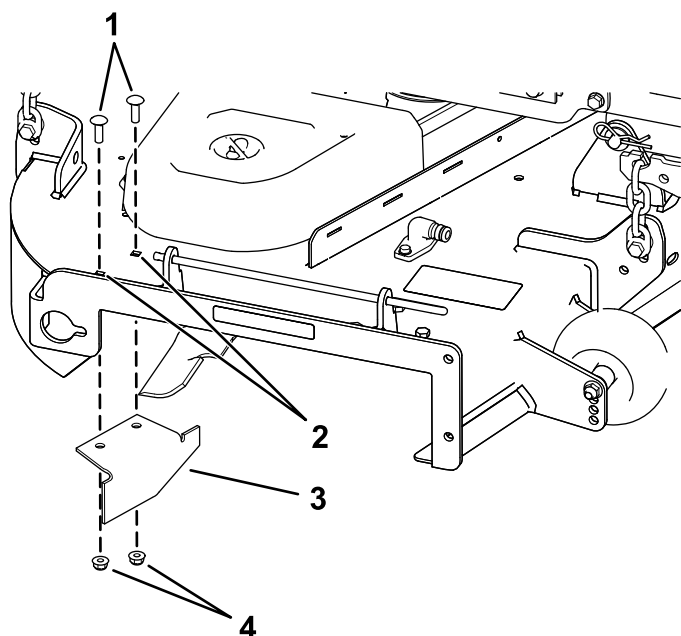

Figura 20
14. Localizați deflectorul de separare în pungă cu accesorii, îndepărtați elementele de fixare de pe orificiile spate ale plăcii de descărcare și montați deflectorul în zona deschiderii evacuării laterale a punii mainii de tuns iarba (Figura 20).